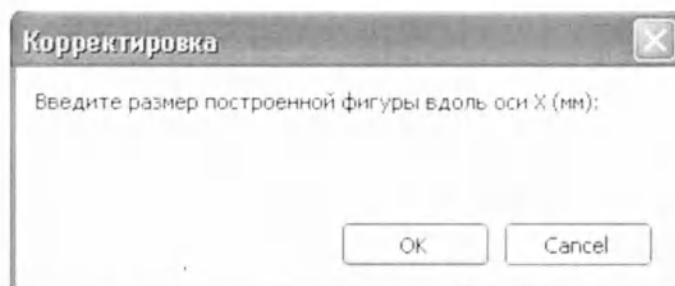

Рис. 10 Окно корректировки разрешения гальваносканера
4. Нажмите педаль и удерживайте её, пока генерация не прекратится. Закройте операционное окно. На экране появится окно коррекции разрешения гальваносканера, изображённое на рис. 10.